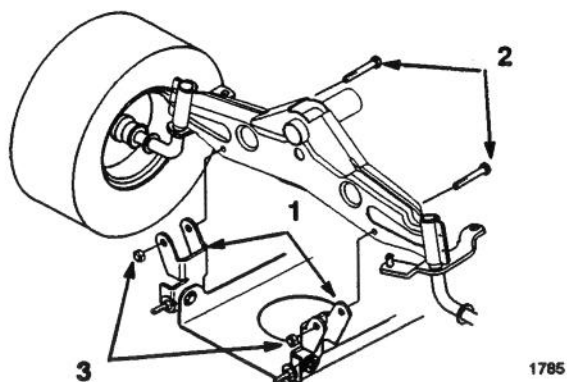

Figure 40
8. Déposer les boulons et les écrous de blocage et retirer les deux supports de pivots de la tondeuse de l'essieu avant (Fig. 40).